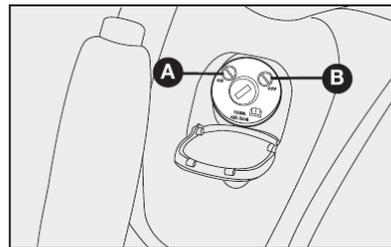

fig. 78
**Desativação do airbag do lado do passageiro - fig. 78 e 79 (para algumas versões)**
O interruptor tem duas posições **A** e **B**-fig. 78.